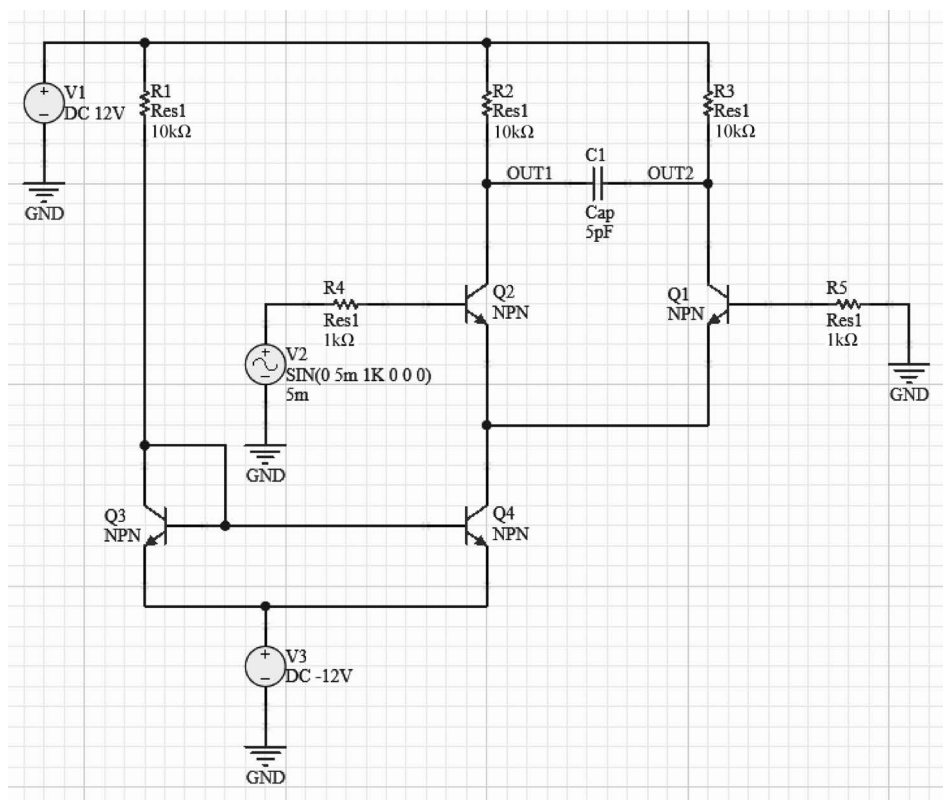

图 3-49 修改电路元件参数并放置网络标号
(6) 如图 3-49 所示,将 V1 和 V3 分别设置为 +12V 和 -12V。其他元器件参数按图 3-49 所示进行设置。
(7) 为了方便对仿真结果的分析,如图 3-49 所示,在电容 C1 的两端分别放置名称为 OUT1 和 OUT2 的网络标号。